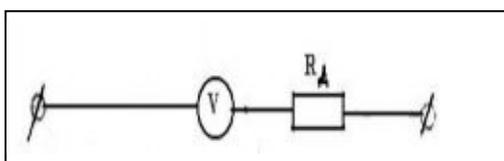

Рис.6
2. *Добавочное сопротивление (ДС)*. ДС применяется для расширения пределов измерения вольтметра, которое включается последовательно с вольтметром (рис.6). Пусть  $r_d$  – ДС,  $r_v$  – сопротивление вольтметра,  $n = U/U_v$  – во сколько раз нужно увеличить пределы измерения вольтметра. Падение напряжения на